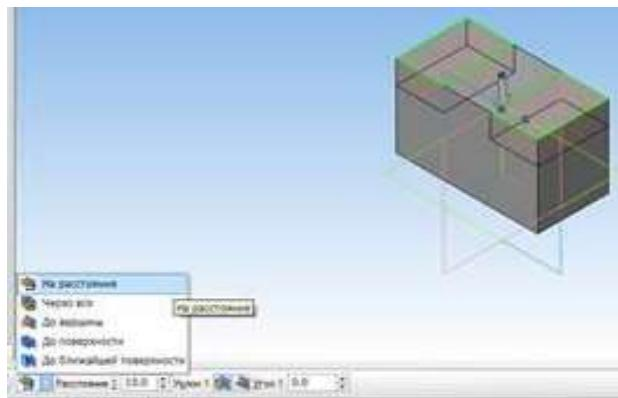
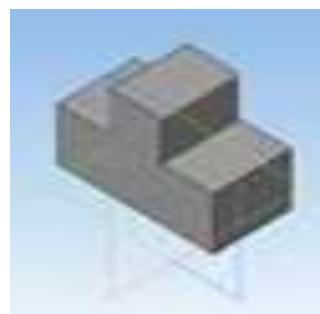

Рисунок 13.14 – Выдавливание на расстояние
Рисунок 13.15 – Результат выдавливания на расстояние
10. Выберите команду Вырезать выдавливанием. Измените на Выдавить на расстояние, укажите расстояние 15 мм (рисунок 13.14, рисунок 13.15).